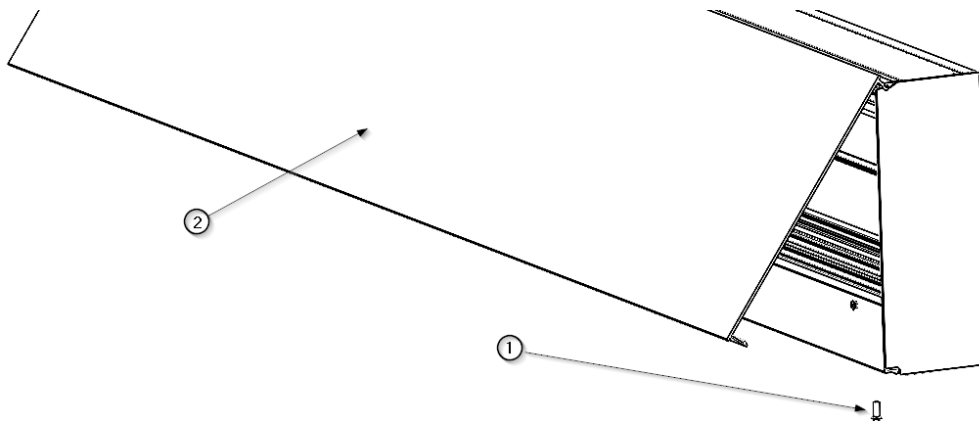

Fig.1 Verwijderen van de klapdeksel
- Verwijder de schroef ① om de klapdeksel ② te kunnen verwijderen, zoals weergegeven in afbeelding 1. Bewaar deze op een veilige plaats.